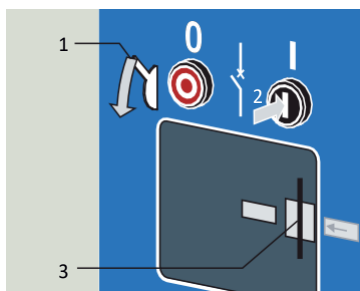

Fig. 10.21
Pousser le levier à gauche vers le bas (Fig. 10.21, 1). Pour enclencher, pousser le bouton-poussoir noir à droite (2). Le disjoncteur est enclenché. L'indicateur de position affiche "ENCLENCHE" (3).